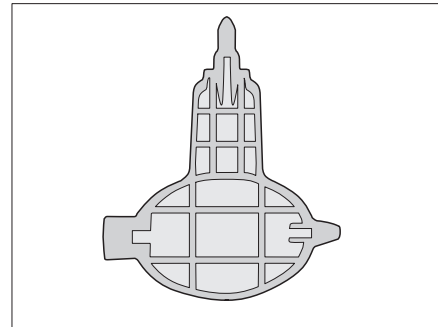

Fig. 345 Clé pour siphon (uniquement Alpa)
- ▷ Le modèle Alpa comprend une clé (Fig. 345) pour détacher le siphon.